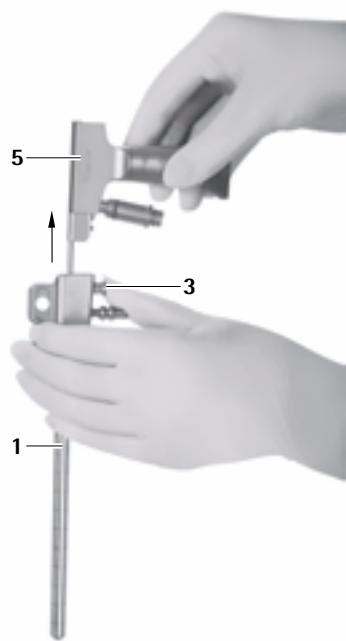

Fig. 8
► Premir o botão de desbloqueio **3** e puxar o endoscópio **5** para fora do trocante MINOP inVent **1**, ver Fig. 8.